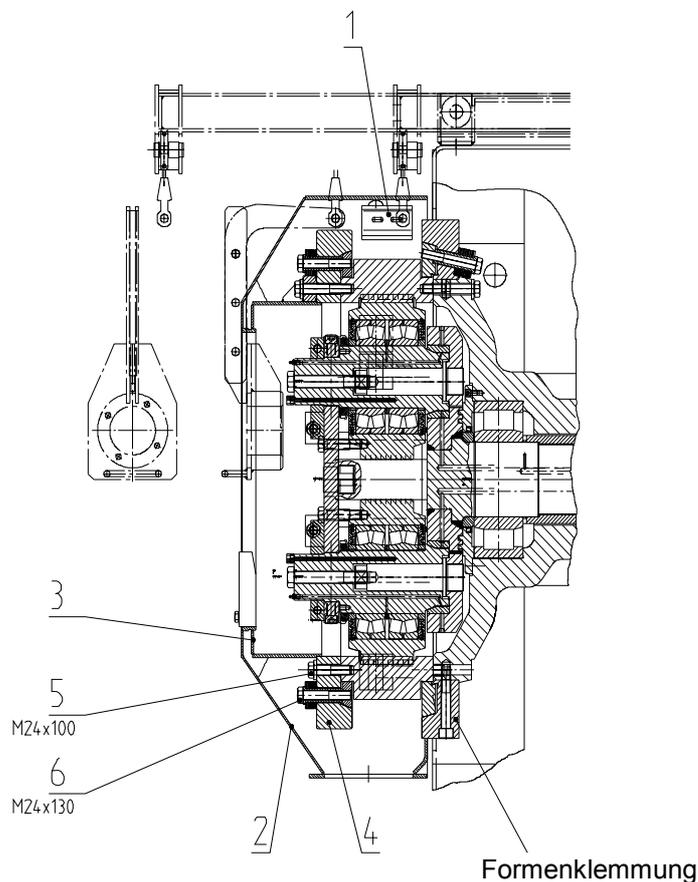

Abb. 7.1
- Verstärkungsring (*Abb. 7.1, Pos. 4*) unter Verwendung von Montagebolzen (13) und Formenheber montieren.
- Schrauben (*Abb. 7.1, Pos. 5*) gegenüberliegend anziehen.
- Schrauben (*Abb. 7.1, Pos. 6*) gegenüberliegend anziehen.
- Pressformdeckel (*Abb. 7.1, Pos. 3*) befestigen.
- Seitliche Türe und Gehäusedeckel (*Abb. 7.1, Pos. 2*) schliessen.
- Abstreifmesser (*Abb. 7.1, Pos. 1*) einstellen und arretieren, *siehe Kap. 6.2.5 »Abstreifmesser einstellen«*.
- M24x100 (Abb. 7.1, Pos. 5)*
- M24x130 (Abb. 7.1, Pos. 6)*